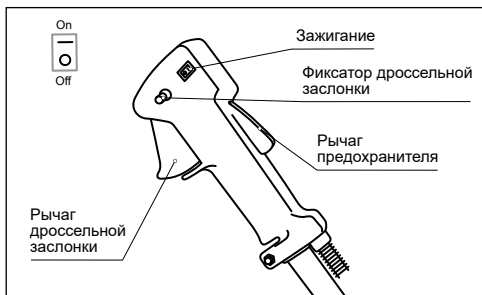

Рис. 13
5. Переведите выключатель зажигания, расположенный на рукоятке управления, в положение ON/1 (рис. 13).
2. Включите зажигание выключателем, расположенным на управляющей рукоятке (рис. 13).